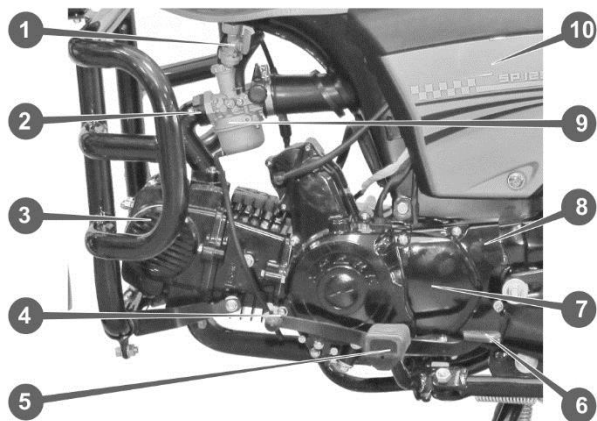

Рис. 3.5. Силовий агрегат, вид зліва.
- Паливний кран (див. рис. 3.5.) відкрито.
Якщо акумулятор мотоцикла несправний або має недостатній заряд, запуск двигуна електростартером стає неможливим. У цьому випадку для запуску двигуна необхідно скористатися кикстартером (див. рис. 3.5.).
2. Включити першу передачу, натиснувши ногою на передню частину важеля перемикавання передач (див. рис. 3.5).